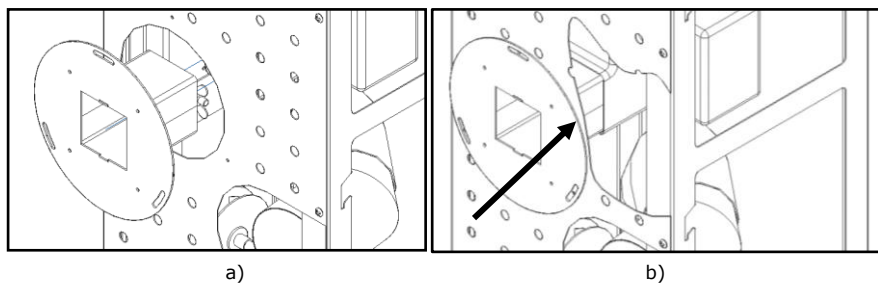

Figura 61 - Encaixe guia ar na salamandra
h) Encaixar o acessório “guia de ar canalizável” nas costas do equipamento, garantindo que este encaixe na parte interna da boca de saída de ar do ventilador (Figura 61-b).